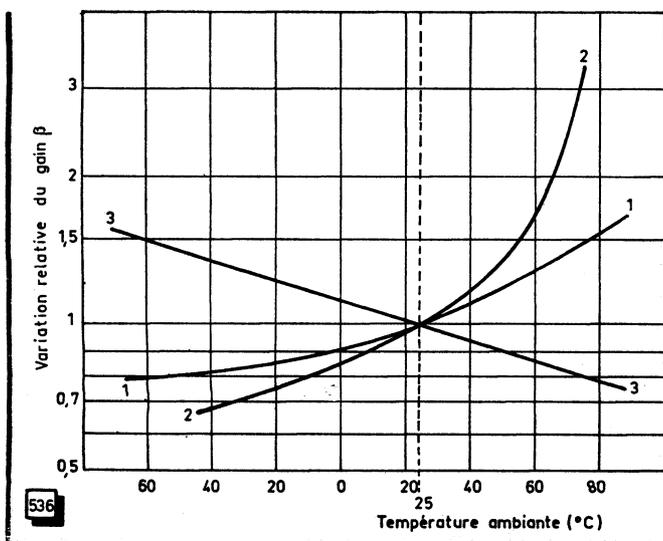

Fig. 536. — Le gain en courant β peut, suivant le transistor et suivant le courant de collecteur, croître ou décroître lorsque la température augmente.
Tout comme pour la résistance d'entrée, la variation du gain β en fonction de la température peut prendre telle ou telle allure, suivant le type de transistor et le courant de collecteur, comme le montrent les courbes de la figure 536 : transistor 150 mW avec $I_c = 10$ mA (1) ; transistor 225 mW avec $I_c = 20$ mA (2) ; transistor 30 W avec $I_c = 5$ A (3). Il est à noter que les variations du gain présentant l'ampleur de la courbe 2 sont plutôt rares.